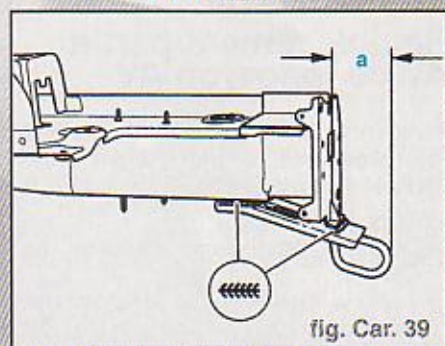

fig. Car. 39
- Souder l'œillet de remorquage en cordon continu sous gaz de protection (fig. Car. 39)